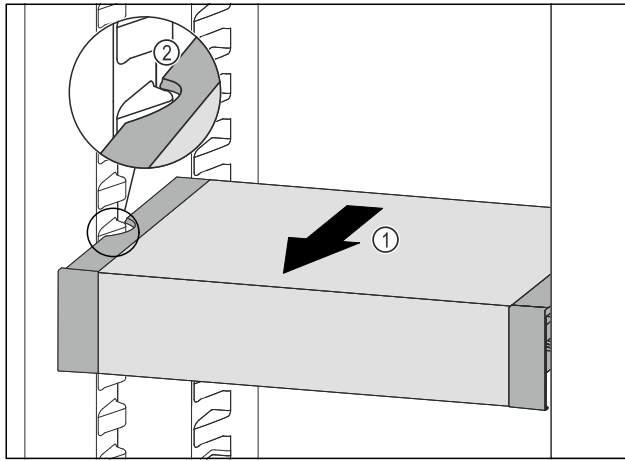

Fig. 97
- VarioSafe nach vorne ziehen Fig. 97 (1), bis sich die seitlichen Aussparungen des VarioSafes auf Höhe der Behälterrippe im Kühlteil befinden. Fig. 97 (2)